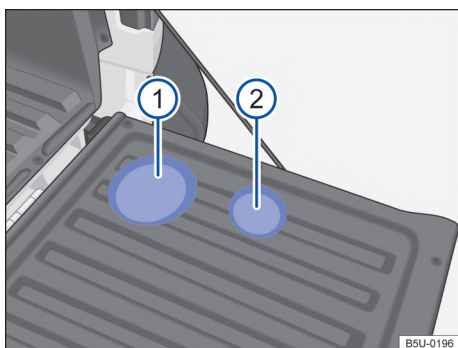

Fig. 102 En el revestimiento de la puerta del compartimento de carga: ① portabotellas y ② portavasos.
Para utilizar los portabotellas → fig. 102 ① y los portavasos ② abra la tapa del compartimento de carga.